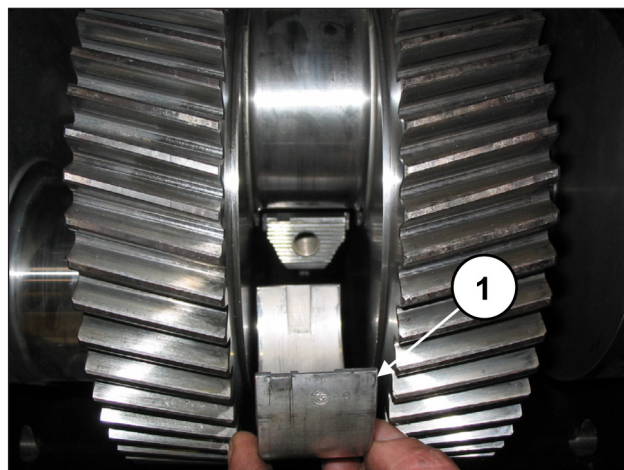

Fig. 81
Introducir los semicojinetes superiores entre las bielas y el eje acodado (pos. ①, Fig. 81).